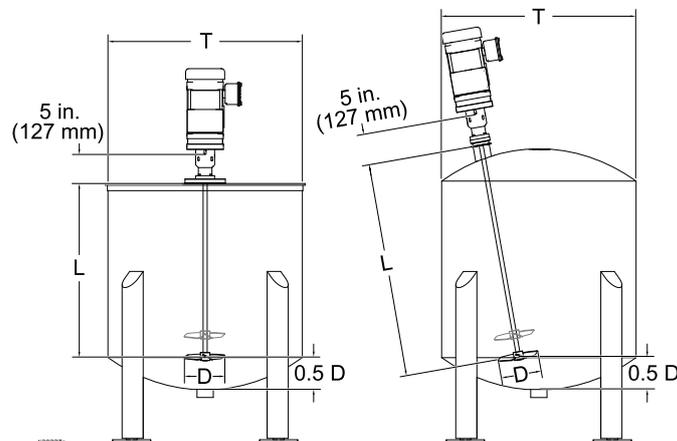

Figure 1 Измерение длины вала
\*Рекомендуемый диаметр лопастей крыльчатки обычно определяется после измерения внутреннего диаметра бака, бочки или котла (размер «Т» на рис. 1) и его умножения на 0,35.
1. Определите расстояние от дна бака до точки, находящейся на высоте, равной 1/2 диаметра крыльчатки, от дна (т. е. 2, 4 или 6 дюймов) (см. размер «0.5 D» на рис. 1).
2. Измерьте расстояние от этой точки до монтажной поверхности (L) крышки.
3. Сложите значение, полученное в шаге 2 (L), со значением высоты корпуса подшипников (127 мм/5 дюймов).